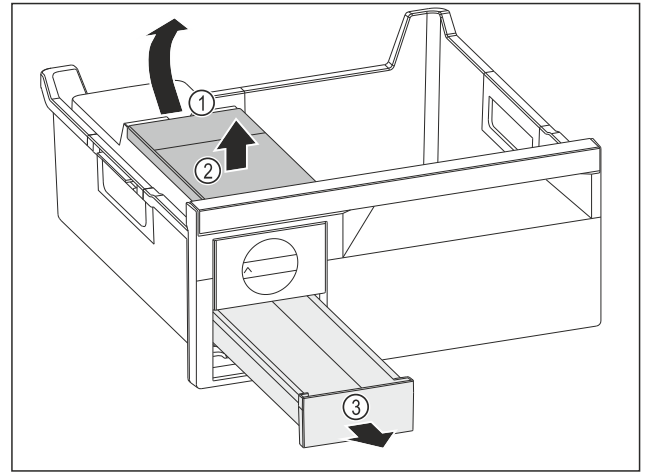

Fig. 135
- ▶ Veisäiliön poistaminen: Nosta veisäiliötä syvennyksestä Fig. 135 (1).
- ▶ Ota veisäiliö Fig. 135 (2) ylöspäin pois.
- ▶ Ota jääkuutiolokero Fig. 135 (3) eteenpäin pois.